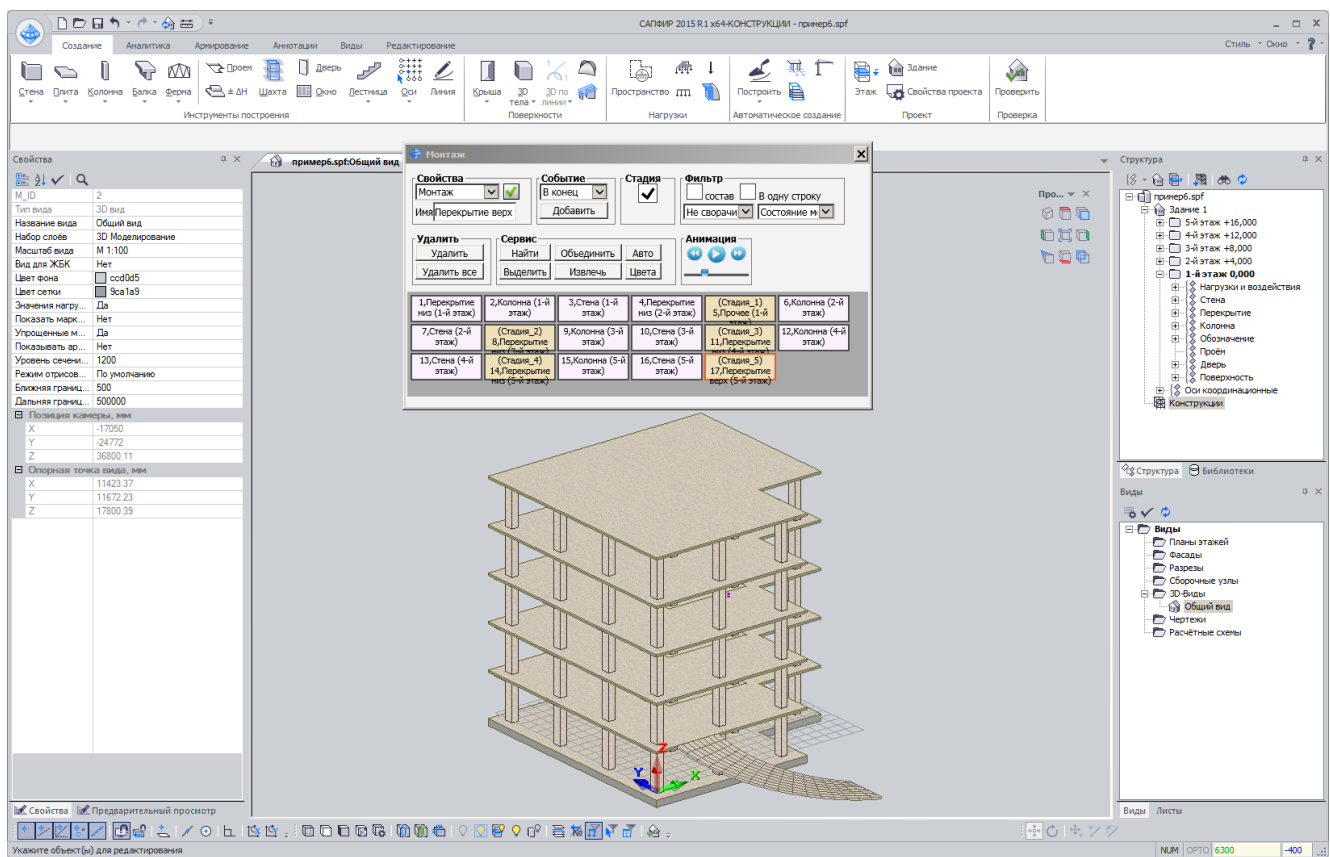

Рис.23.18. Последняя стадия монтажа
- Щелкните по кнопке **Воспроизвести** для воспроизведения анимации появления событий и стадий (рис.23.18; 23.19).